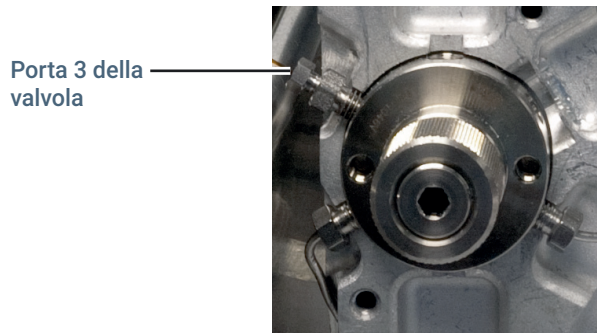

Figura 25. Porta 3 della valvola
- 6 La linea di trasferimento viene installata sulla porta 3 della valvola, in posizione ore 10, come mostra la **Figura 25**.